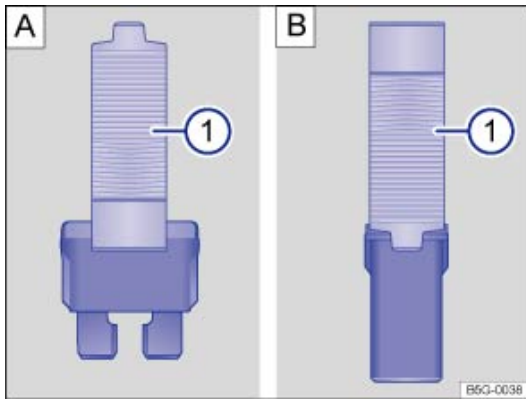

Fig. 175 Extraction ou mise en place du fusible à l'aide de la pince en plastique : : fusible enfichable plat : fusible-bloc
- Si nécessaire, retirez la pince en plastique ⇒ Fig. 175 ① du cache de la boîte à fusibles.
- En fonction de la version du fusible, faites glisser l'agrafe appropriée de la pince en plastique ⇒ Fig. 175 **A** ① ou ⇒ Fig. 175 **B** ① latéralement sur le fusible.